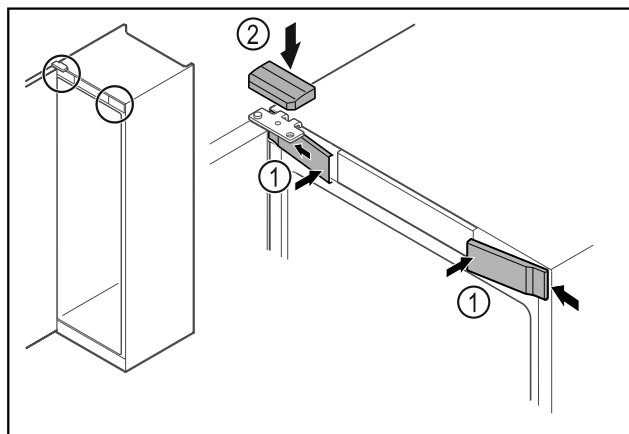

Fig. 63
- ▶ Akassza be oldalt az elülső burkolatokat Fig. 63 (1), majd pattintsa be.
- ▶ Felülről pattintsa be a felső burkolatot Fig. 63 (2).